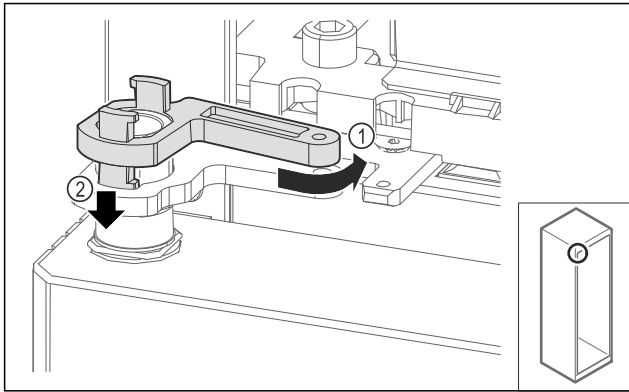

Fig. 67
- ▶ Zľahka otočte blokovanie ložiskovej konzoly späť Fig. 67 (1), zatlačte nadol Fig. 67 (2) a zaistite v uholníku závesu.